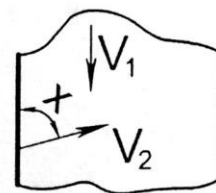

Рис. 5.18
5.26. Під яким кутом  $x$  (рис.5.18) до берега потрібно спрямувати човен, щоб під час переправи через річку його якомога менше знесло течією, швидкість якої  $v_1$ ? Власна швидкість човна  $v_2$ .